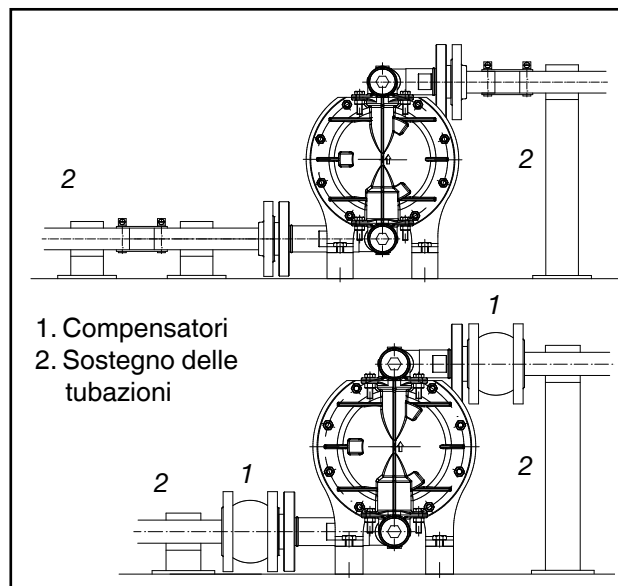

Fig. 3: Proposta di disposizione della pompa a diaframma
**stente alla deformazione e alla pressione, oppure un compensatore (Fig. 3). Esso impedisce la trasmissione degli urti di pulsazione alla pompa.**